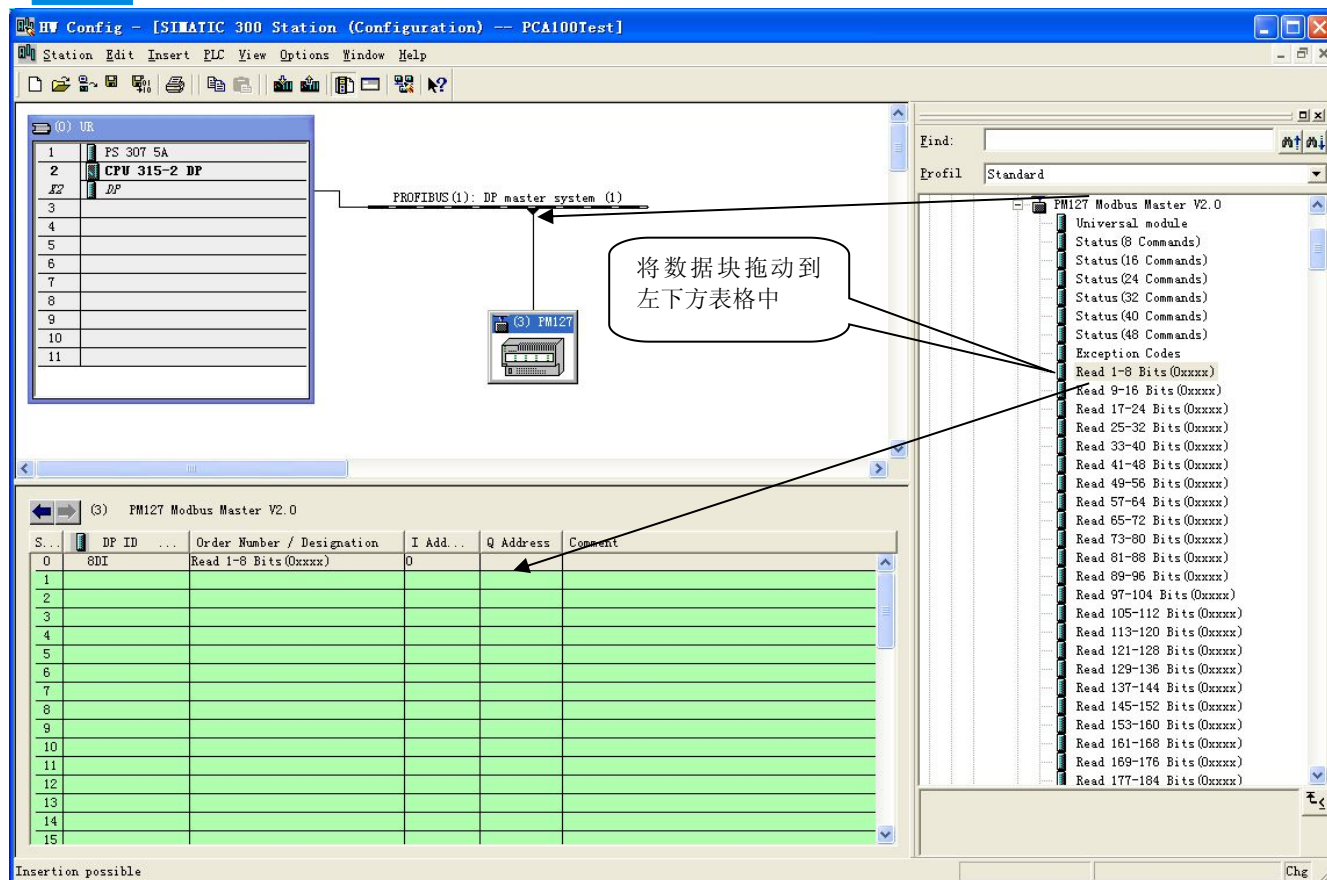

图 12
- ✧ 将从站 PM-127 配入到 PROFIBUS 网络配置当中，并将输入输出数据块映射到 S7-300 或者其它控制器的内存当中，如图 12: